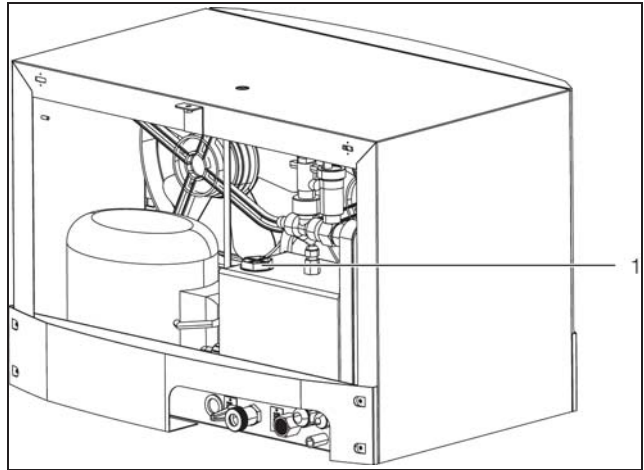

Fig. 52: Riempimento con mezzo frigorifero (3318.610 e 3319.610)
- Riempire la vasca del chiller di fluido frigorifero mediante il bocchettone (fig. 52, pos. 1).